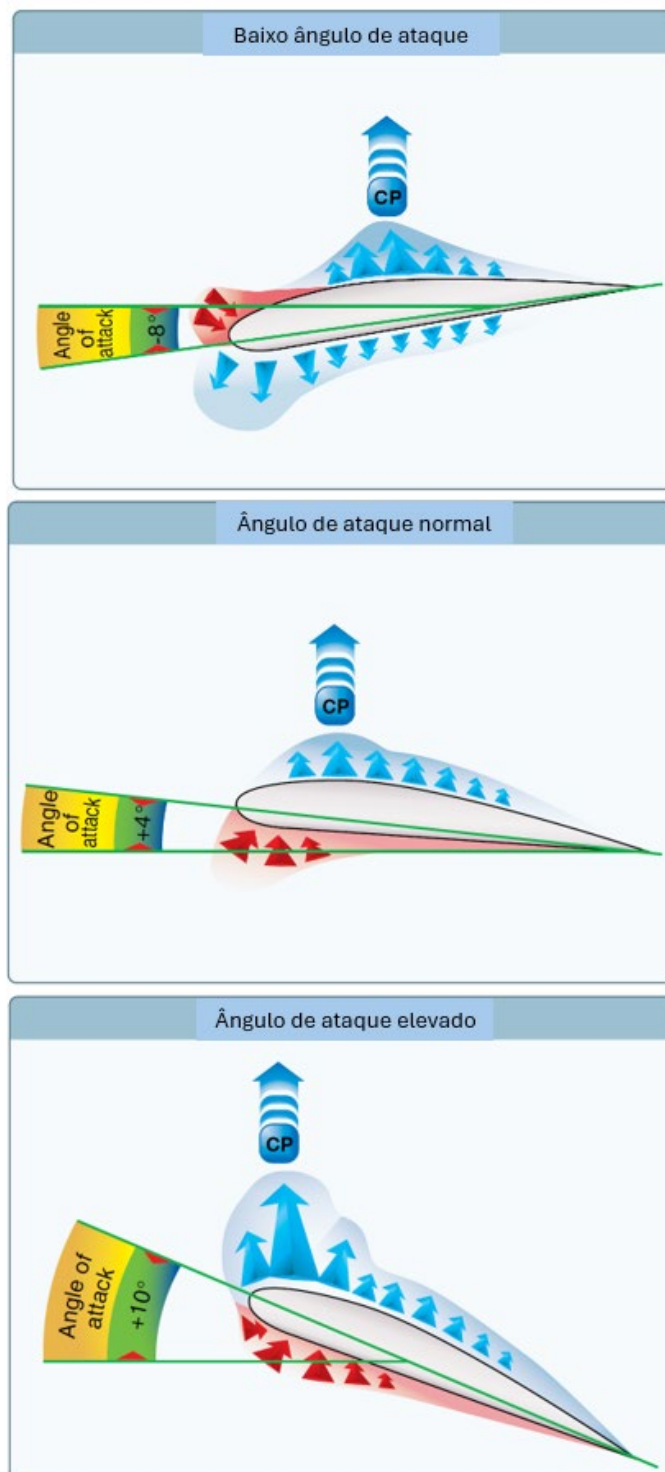

Figura 7. Distribuição de pressão em um aerofólio e alterações de CP com AOA.
A partir de experimentos realizados em modelos de túnel de vento e em aviões de tamanho real, constatou-se que, à medida que o ar flui ao longo da superfície de uma asa em diferentes ângulos de ataque (AOA), há regiões ao longo da superfície em que a pressão é negativa ou menor que a atmosférica, e regiões em que a pressão é positiva ou maior que a atmosférica. Essa pressão negativa na superfície superior cria uma força relativamente maior na asa do que a causada pela pressão positiva resultante do ar que atinge a superfície inferior da asa. A Figura 7 mostra a distribuição de pressão ao longo de um aerofólio em três ângulos de ataque diferentes. A média da variação de pressão para qualquer AOA determinado é chamada de centro de pressão (CP). A força aerodinâmica atua por meio desse CP. Em altos ângulos de ataque, o CP se move para frente, enquanto em baixos ângulos de ataque o CP se move para trás. No projeto de estruturas de asas, esse deslocamento do CP é muito importante, pois afeta a posição das cargas de ar impostas à estrutura da asa em condições de baixo e alto AOA. O equilíbrio aerodinâmico e a capacidade de controle de um avião são regidos por alterações no CP.